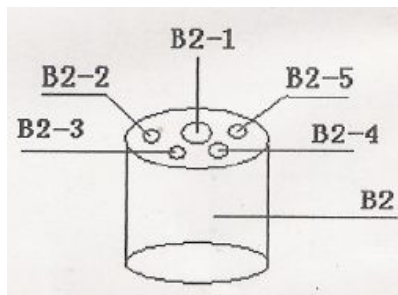
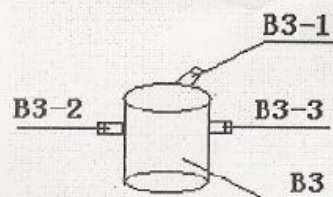

图 4 五口瓶分解图
图 5 三通分解图
注：1.为了能使用户了解安装程序，故编制图 4、图 5，以便于更方便地进行自行安装。
2.图 4、图 5 为配件上部目视图。